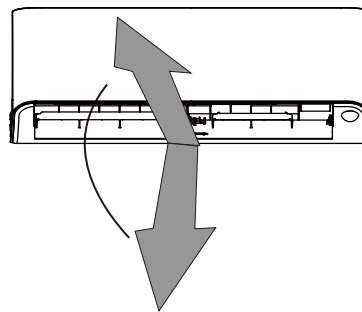

Fig. 14 Position verticale du volet
1. Appuyez une fois sur **SWING ↑** sur la télécommande pour activer le volet. Chaque fois que vous appuyez sur **SWING ↑**, le volet se déplace de 6 degrés. Appuyez sur **SWING ↑** jusqu'à ce que la direction souhaitée soit atteinte (voir fig. 14).